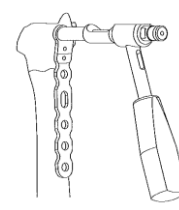

図 2
- 2) 骨折部の整復後、トライアルガイドを尺側遠位部に設置し、コンディラープレートのフック挿入位置を決定します。（図 2）